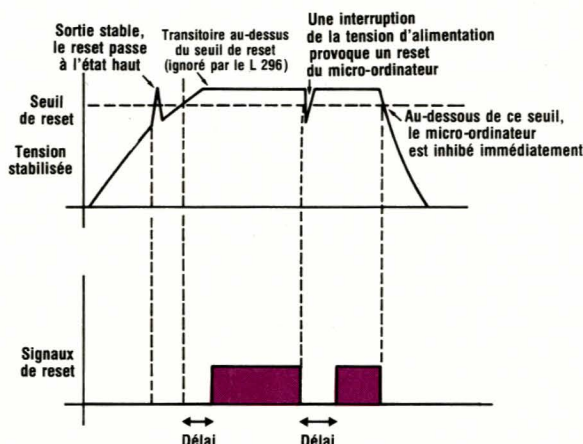

Figure 4
La pin RT (8) uniquement sur GS-R405S émet un signal de sortie lorsque Vout atteint sa valeur nominale à ± 100 mV. Ceci est très important dans les systèmes à microprocesseurs car ce signal indique que l'alimentation ne délivrera jamais moins de 4,9 V et plus de 5,2 V évitant ainsi les transitoires de commutation marche-arrêt (figure 4).